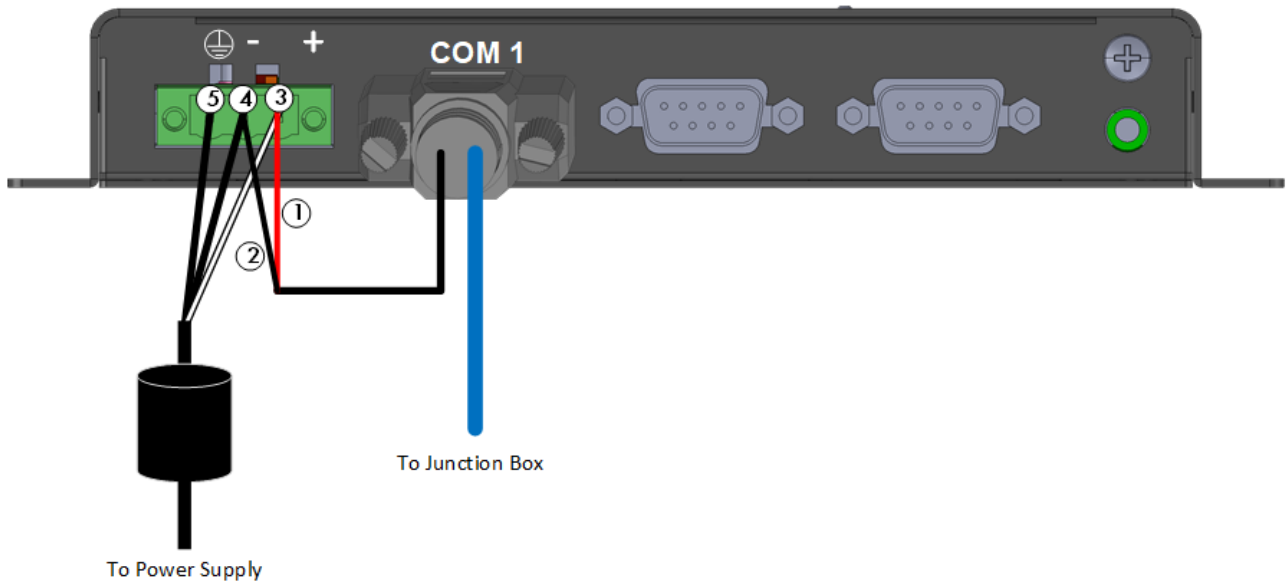

Figura 10: Cableado de la caja de empalme al CommBox
2. Inserte los dos cables que vienen del cable de la caja de empalme en estos puertos (Figura 10).
\*Estos cables vienen preconectados al CommBox. En caso de que deban conectarse de nuevo, coloque el cable blanco (Núm. 3) en el puerto como se muestra en la Figura 10. Coloque los dos cables negros en los puertos como se muestra en la Figura 10, cualquier cable se puede colocar en cualquier puerto.